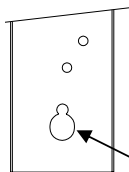

Figura 2
①	Cant. (5)	Perno hexagonal M12 x 1.25 x 30mm CL 8.8	⑤	Cant. (1)	Perno de carruaje 1/2-13 X 1.50 GR5
②	Cant. (6)	Arandela cónica 1/2"	⑥	Cant. (1)	Espaciador
③	Cant. (2)	Arandela de bloqueo 5/16"	⑦	Cant. (1)	Tuerca hexagonal, 1/2-13
④	Cant. (2)	Perno hexagonal M8 x 1.25 x 30 CL18.8
- Retire la cinta que cubre el orificio posterior en el larguero del bastidor del costado del pasajero y agrande el orificio de acceso. Será necesario modificar el orificio de acceso antes de que se pueda instalar el enganche. Con una broca de taladro de 3/8", perforo a través del larguero del bastidor aproximadamente 5/8" por fuera del centro del orificio existente. Ver Figura 2. Nota: Costado del pasajero únicamente.